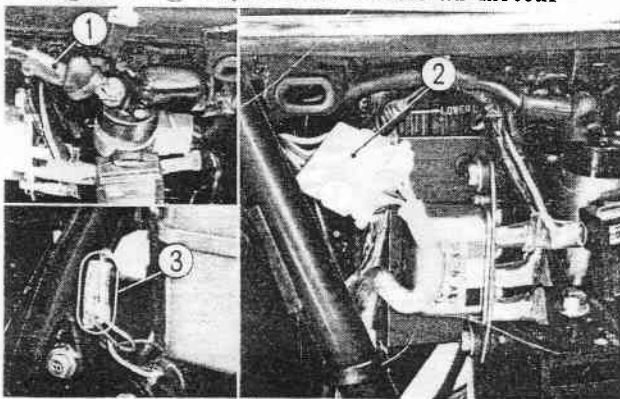

Fig. 2-5 ① Cable de démarreur
12. Débrancher le câble du démarreur, la boîte de jonction des fils de dynamo et le fil du contacteur de stop. (Fig. 2-5)